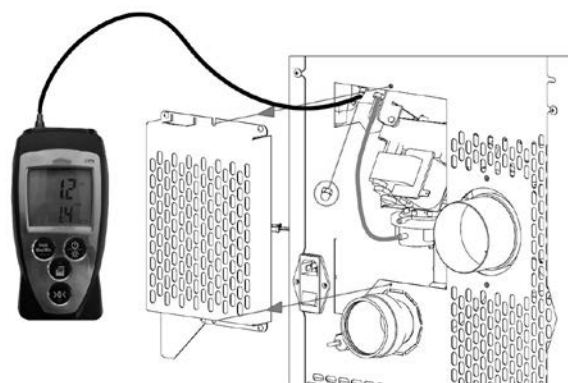

Fig. 77 - Collegamento pressostato digitale
- Collegare con un tubetto un pressostato digitale per rilevare la depressione (vedi **Fig. 77**).